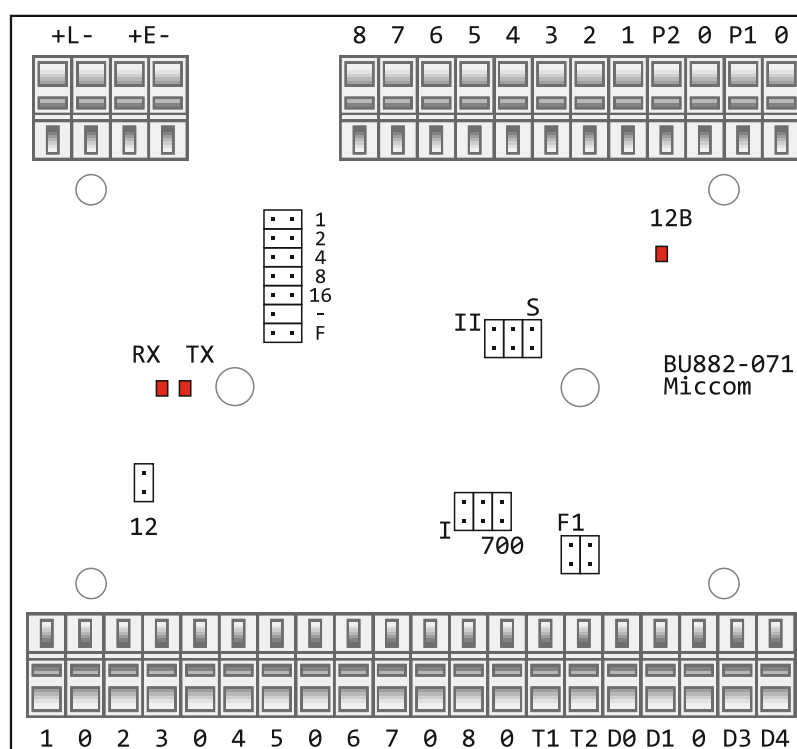

Рис. 3.1.
3.1. Расположение выводов **BPOS882SUM** представлено на рис.3.1.
Перемычка I(1) – первая слева перемычка в блоке I (рис.3.1):
Перемычка I(2) – вторая слева перемычка в блоке I (рис.3.1):
Переключатель **700** – третья слева переключатель в блоке **I** (рис.3.1):
Переключатели **II(1)** и **II(2)** – соответственно первая и вторая слева переключатель в блоке **II** (рис.3.1) служат для задания режима «Автосброс» счетчика сумматора. В таблице приняты обозначения: 0 – переключатель снят, 1 – переключатель одет.